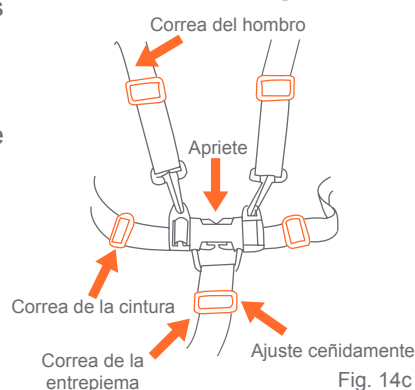

Fig. 14c
- Coloque cuidadosamente al niño en el asiento del carrito y pase el arnés de seguridad por la cintura del niño y por encima de los hombros. Coloque la correa de la entrepierna entre las piernas del niño. Introduzca el extremo macho del cinturón de cada hombro o de la cintura en la hebilla de la correa de la entrepierna. Ajuste el arnés de modo que esté ceñido alrededor de la cintura del niño y por encima de sus hombros. Por favor, vea la (Fig. 14c).